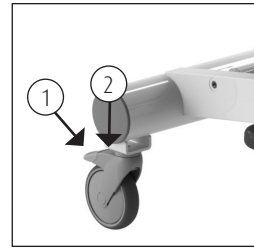

Abbildung 1. Rollenblockierung.
- Der Duschwagen kann arretiert werden, indem die blaue Lippe (1) an der Rolle nach unten gedrückt wird (Siehe Abbildung 1).
- Um die Bremse der Duschwagen zu lösen, muss dieselbe Lippe von der Rolle entfernt werden, indem mit dem Fuß die Oberseite der Lippe (2) nach unten gedrückt wird (Siehe Abbildung 1).